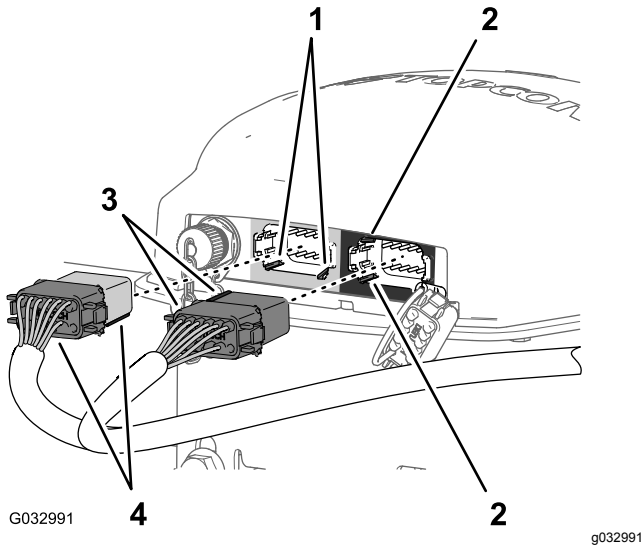

图 135
3. 将数据线束的灰色和黑色 12 插槽接头较长一侧上的 2 个定位键与导航接收器左侧灰色 12 针接头的左侧、垂直外壁上的 2 个键槽对齐图 135。
4. 将数据线束的灰色和黑色 12 插槽接头接入导航接收器的左侧灰色 12 针接头直至接头锁牢固卡在一起图 135。
5. 将数据线束的黑色 12 插槽接头较短一侧上的 2 个定位键与导航接收器右侧黑色 12 针接头的左侧、垂直外壁上的 2 个键槽对齐图 135。
6. 仅将数据线束的黑色 12 插槽接头接入导航接收器的左侧黑色 12 针接头直至接头锁牢固卡在一起图 135。